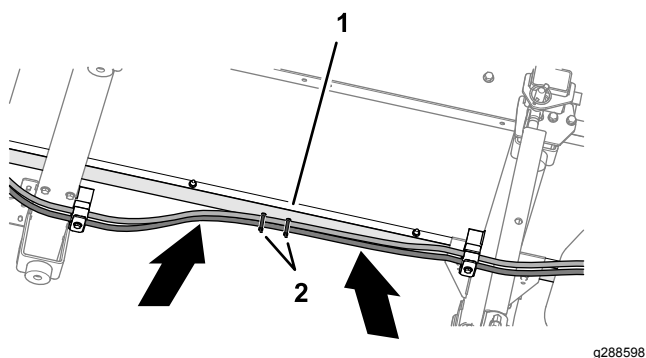

Figura 24
- Entre as travessas frontal e central, encaminhe os tubos contra a calha direita da estrutura (Figura 24).
- Prenda os tubos aos furos na calha da estrutura com duas abraçadeiras (Figura 24). Ao ligar o tubo, certifique-se de que existe tensão adequada nos tubos.